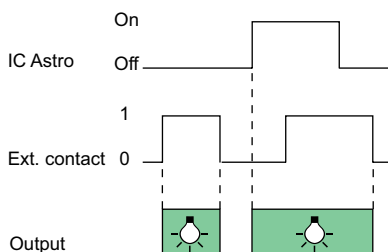

Рис. 6.
- Подача вхідного сигналу 5 примусово переводить вихід IC Astro в положення «ON». Цей сигнал має пріоритет над функцією вмикання/вимкнення виробу. (див. Рис. 6).